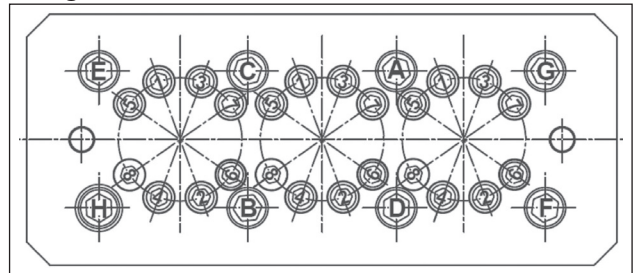

Fig. 50
** Les vis de fixation de la tête doivent être serrées en respectant les phases et l'ordre indiqué sur le schéma Fig. 50.
*** Les vis de fixation des chemises doivent être serrées en respectant les phases et l'ordre indiqué sur le schéma Fig. 50.